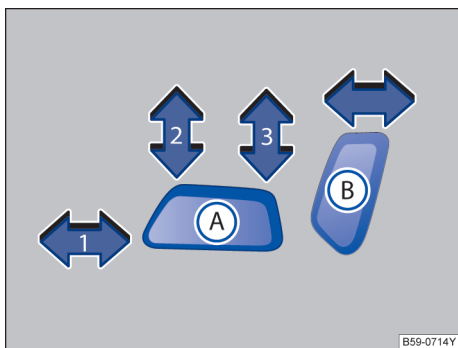

图 74 开关：调整座椅的前后位置、座椅面的高度和倾斜角度
沿箭头方向按压→图 74 (A) 开关：
① 向前或往后移动座椅。
② 调节座椅面的倾斜度。
③ 调高或调低座椅。
沿箭头方向按压→图 74 (B) 开关：